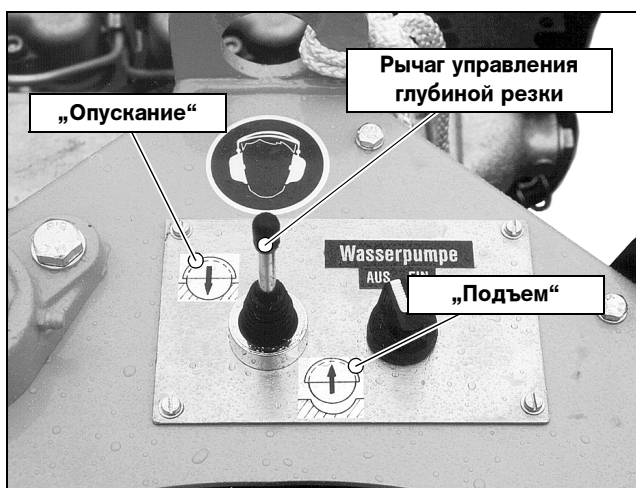

Рис. 4.11 Гидравлическая установка глубины резки
- b) Если швонарезчик имеет гидравлическую регулировку глубины резки (Рис. 4.11), включите зажигание и держите рычаг регулировки глубины резки в позиции „Подъем“, пока режущий вал не достигнет самого верхнего положения. После этого снова выключите зажигание.